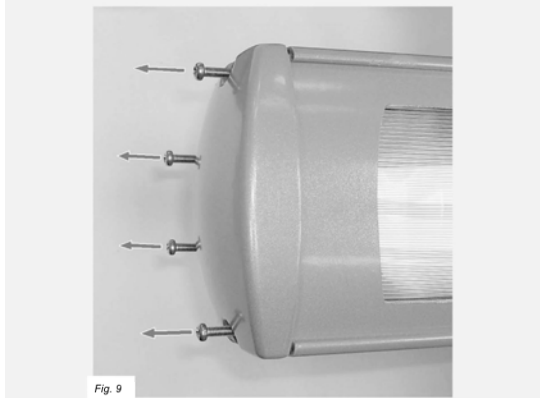

Fig. 9
3. Draai de vier schroeven (fig. 9) van de uiteindedop los en verwijder deze van de behuizing van het toestel (fig. 4). Herhaal deze stappen voor het andere uiteinde indien u beide gloeilampen wenst te vervangen.